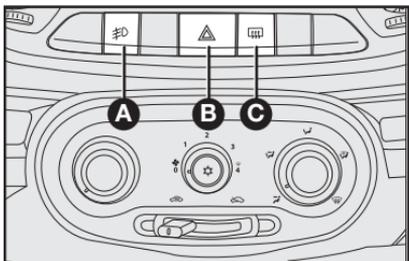

fig. 72
### BOTÕES DE COMANDO - fig. 72
**B** - Botão com indicação de função para ligar/desligar as luzes de emergência **fig. 72**.